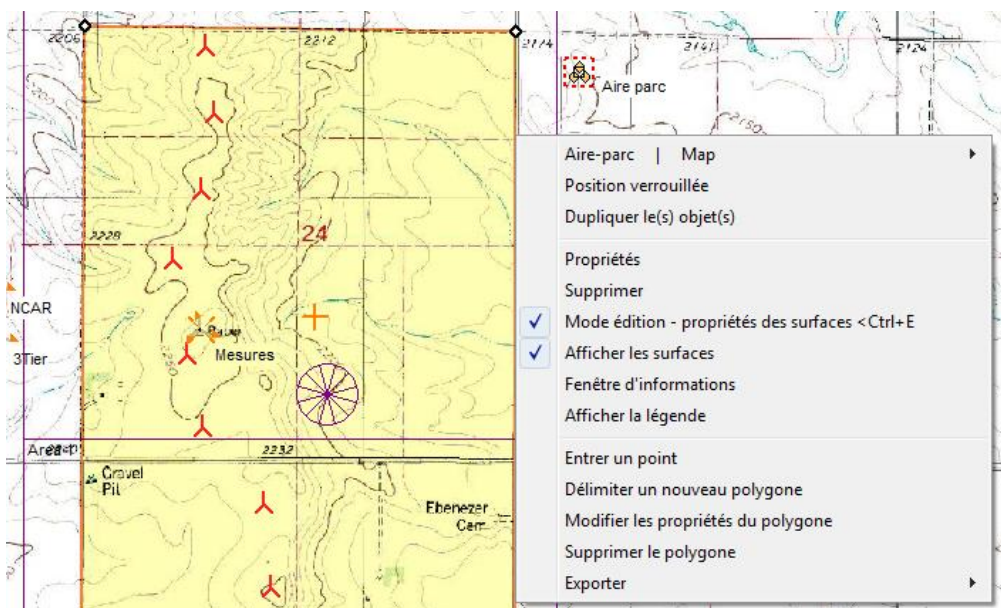

Figure 5
- un clic gauche sur la surface fait apparaître les sommets du polygone délimitant la surface ; les sommets peuvent être déplacés en les faisant glisser avec le pointeur de la souris, voir Figure 5.
- un clic droit sur la ligne délimitant la surface fait apparaître le menu contextuel de la Figure 5 où sont proposées des options supplémentaires :